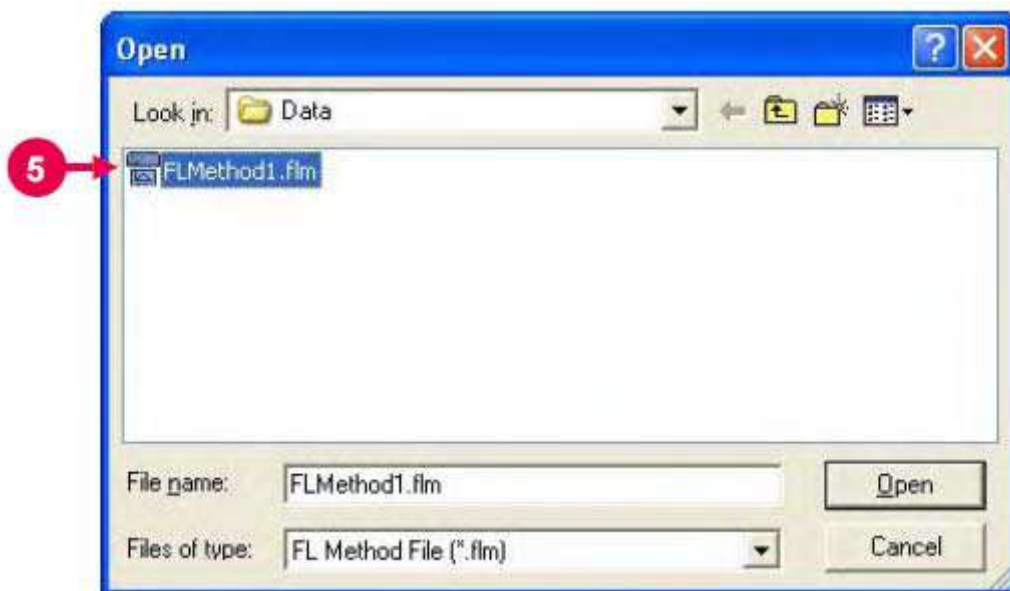

Рис. 8-3
- (4) Откроется окно, показанное на рис. 8-3. Выберите файл с нужным методом. (Смотрите (5) на рис. 8-3). Файл имеет расширение «*.flm».